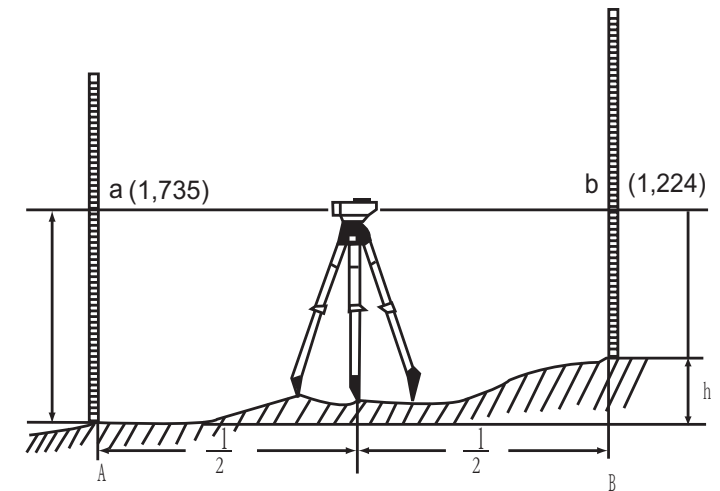

Рис. 5
- (1) Установите прибор приблизительно посередине между точками А и В.
- (2) Установите рейку вертикально на точке А. Возьмите отсчет a по рейке на точке А.
- (3) Установите рейку вертикально на точке В. Возьмите отсчет b по рейке на точке В.
- (4) Разность отсчетов $a - b$ является превышением точки В относительно точки А (рис.5).